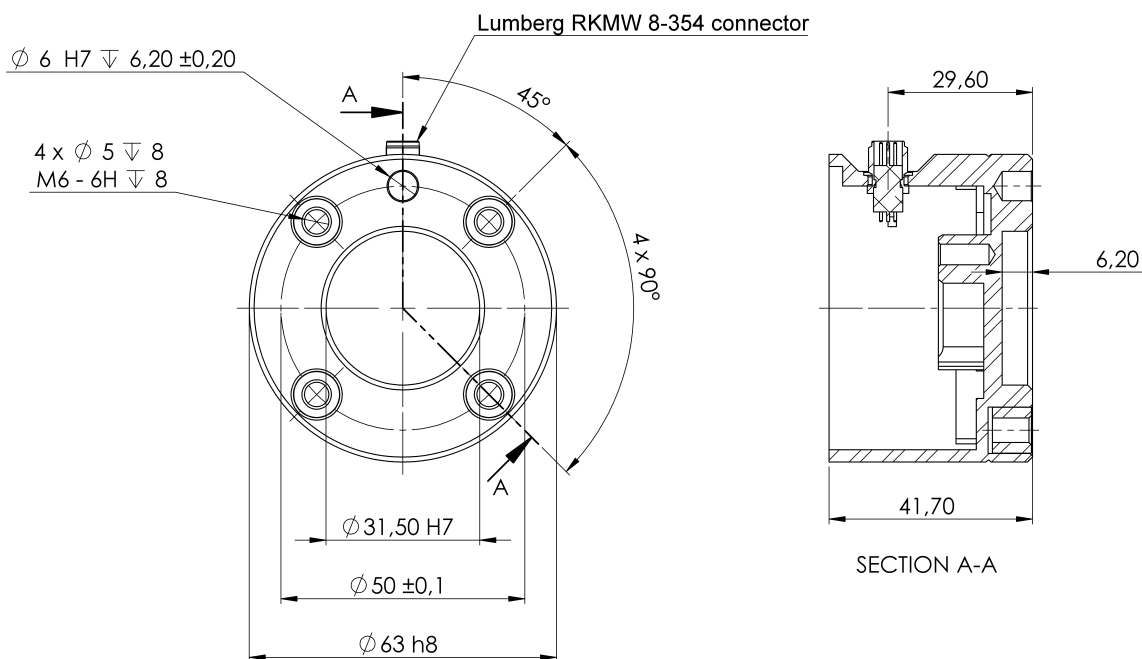

Figura 4.2: Flanșa de ieșire a sculei (ISO 9409-1-50-4-M6) este locul unde scula se montează la vârful robotului. Toate măsurile sunt în mm.
**Sculă** Flanșa sculei robotului are patru găuri filetate M6 pentru atașarea unei scule la robot. Șuruburile M6 trebuie strânse cu 8 N m, clasa de rezistență 8.8. Pentru o re poziționare precisă a sculei, folosiți un pin în cele Ø6 găuri existente. Figura 4.2 prezintă dimensiunile și șablonul de găuri de pe flanșa sculei. Se recomandă folosirea unei găuri radiale pentru pin pentru a evita supra-strângerea, menținând însă precizia de poziționare.